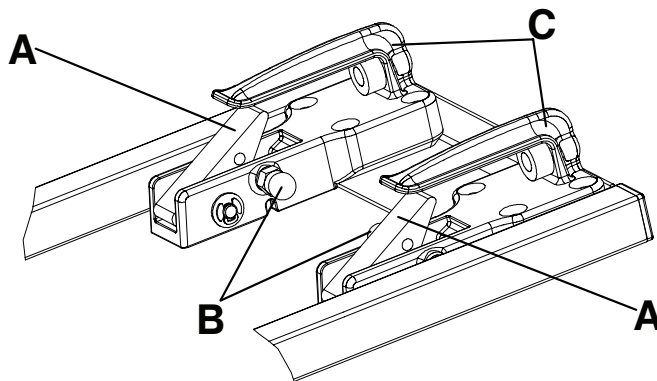

Рисунок 18 – Двухступенчатое блокирующее устройство
Примечание - Кожух защелки ногового конца оснащен двухступенчатым блокирующим устройством (Рисунок 18). После фиксации каталки в фиксаторе красная кнопка освобождения вернется в исходное положение.
Чтобы извлечь каталку из двухступенчатого блокирующего устройства, потяните обе красные кнопки разблокировки (B) на внутренней стороне передних удерживающих крюков (C) (Рисунок 18).